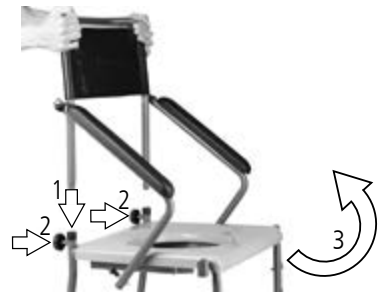

Abb.2
1. Heben Sie das Rückenteil mit beiden Händen seitlich am Rückenpolster an und führen Sie die Rückenrohre senkrecht von oben in die Aufnahmerohre ein (1, Abb. 2).
3. Klappen Sie die Seitenteile in die Gebrauchsstellung nach oben (3, Abb. 2). Stellen Sie sicher, dass die Verriegelungsbolzen einrasten.